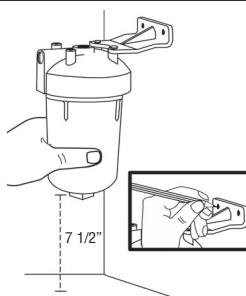

Figura 1
1. Ponga el filtro sujetándolo en contra del costado del mueble debajo del fregadero. Deje por lo menos un espacio de 7 pulgadas y medio debajo del filtro para instalar el cartucho. Determine un lugar deseable para la instalación del filtro y conexión de entrada. Sujete el soporte de montaje a los accesorios de montaje del cabezal del filtro con los tornillos autoperforantes. (Figura 1)